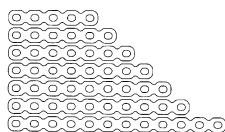

図1
- 2) 骨折部の整復後、トライアルを用いてプレートのサイズを決定します。（図1）